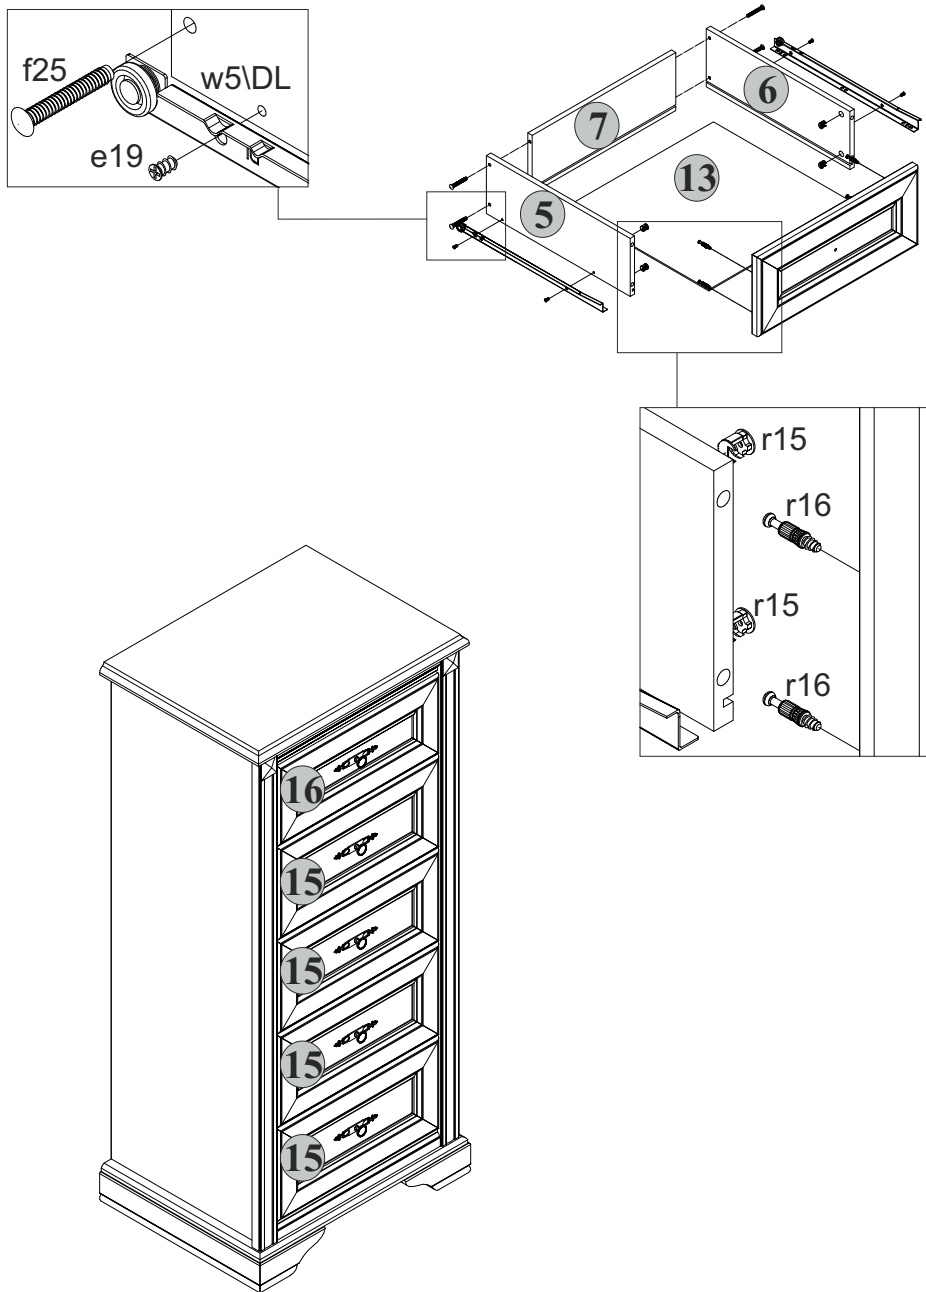

Рисунок 2
- в отверстия  $\varnothing 12$  мм на боковых стенках ящика 5, 6 вбить стяжки эксцентриковые r15 (см. рис. 2).
- в отверстия  $\varnothing 5$  мм на панели ящика 15, 16, согласно плана сборки, аккуратно вкрутить винты стяжки r16 (см. рис. 2).
- соединить детали корпуса ящика 5, 6, 7 при помощи шкант-дюбелей f25. Вставить в пропилы на боковых 5, 6 и задней 7 стенках ящика дно из ДВП 13 (см. рис. 2).
- соединить панель ящика с корпусом, соединив стяжки эксцентриковые r15 с винтом стяжки r16 (см. рис. 2).
- к боковым стенкам ящика 5, 6 прикрутить шурупами e19 направляющие выдвигных ящиков w5\DL, w5\DR (см. рис. 2).